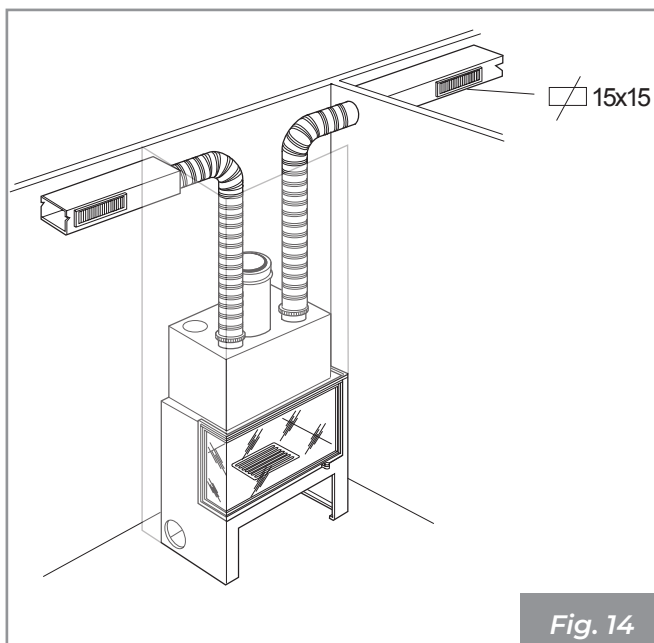

Fig. 14
- Tubo flessibile in alluminio - lunghezza fino a 6 m su unico condotto **(Fig. 14)**;
- Tubo liscio metallico - lunghezza fino a 10 m su unico condotto **(Fig. 14)**;